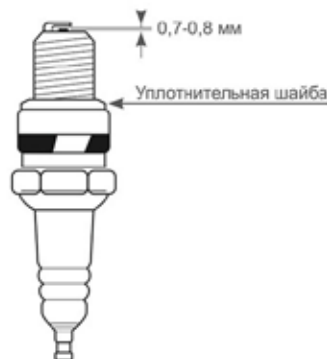

Рис. 36 Обслуживание свечи зажигания.
4. Измерьте зазор между электродами свечи зажигания специальным щупом. Зазор должен быть 0,7-0,8 мм, см. Рис.36. При увеличении, или уменьшении требуемого зазора, рекомендуется заменить свечу, так как регулировка зазора может привести к изменению качества искрообразования.
При установке новой свечи зажигания для обеспечения требуемой затяжки, заверните свечу ключом на $\frac{1}{2}$ оборота после посадки буртика свечи на уплотнительную шайбу. При установке бывшей в эксплуатации свечи зажигания, для обеспечения требуемой затяжки заверните свечу ключом на $\frac{1}{4}$ оборота после посадки буртика свечи на уплотнительную шайбу (Рис.36.).